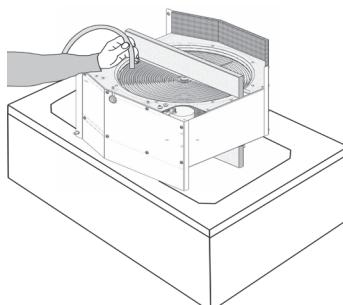

Figure 11
**Nettoyage de l'échangeur.** Lorsque le nettoyage par air comprimé n'est pas possible, celui-ci peut être lavé avec de l'eau savonneuse (figure 11), ou si nécessaire avec un produit dégraissant pour métaux (aluminium). S'assurer qu'il n'y ait pas d'eau à couler sur les moteurs et autres composants électriques, dans le cas contraire, les sécher urgemment. Laisser sécher et ne remonter celui-ci qu'une fois complètement sec.